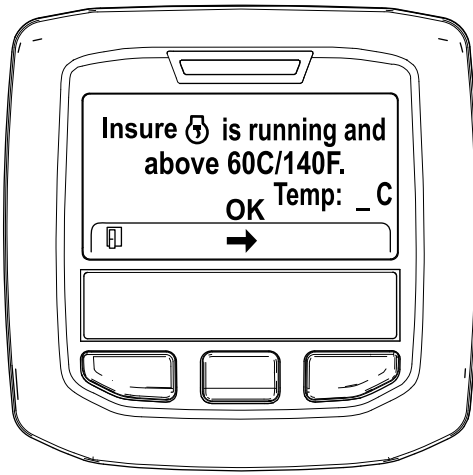

Figura 45
5. Se la temperatura del refrigerante è inferiore a 60°C, viene visualizzato il messaggio "Assicurarsi che  sia in funzione e sopra 60C". (Figura 45).